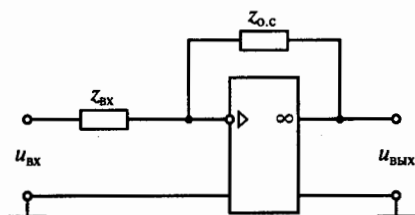

Рис. 210
**8.33.** Какими из приведенных свойств обладает операционный усилитель, показанный на рис. 210? (Указать неправильный ответ.)
**8.34.** Чем определяется передаточное отношение  $U_{\text{вых}}/U_{\text{вх}}$  схемы, выполненной на операционном усилителе (см. рис. 210)?